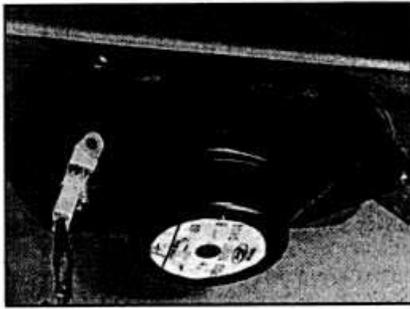

Рис. 12.74. Расположение заднего громкоговорителя на модели Hatchback.
- Отвинтите 3 винта крепления громкоговорителя и опустите громкоговоритель с задней полки. Отсоедините электрические провода (см. рис. 12.74).